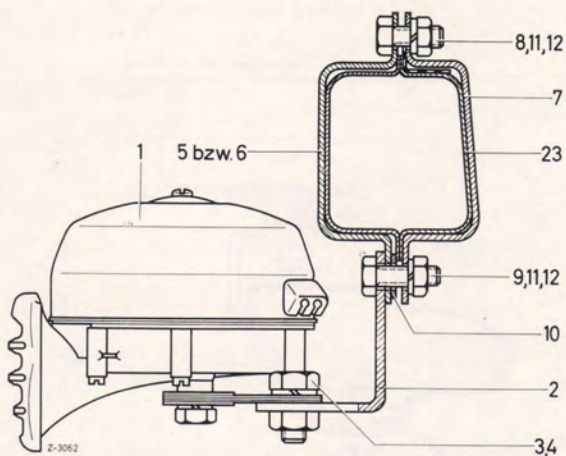

Bild 54-2/1
2. Bei den Typen 190 C bis 230 S (außer Typ 230) die Halter (2) und (5) bis (7) mit den Teilen Pos. 8 bis 12 am vorderen Querträger (23) anschrauben (Bild 54-2/1 und 5).